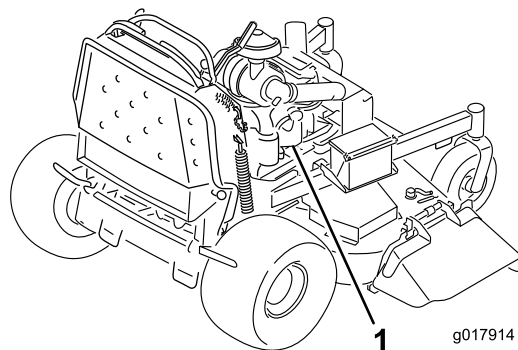

Figura 54
7. Haga la conexión final al bloque motor del vehículo que no arranca (no al borne negativo de la batería) en un punto alejado de la batería, y apártese (Figura 54).